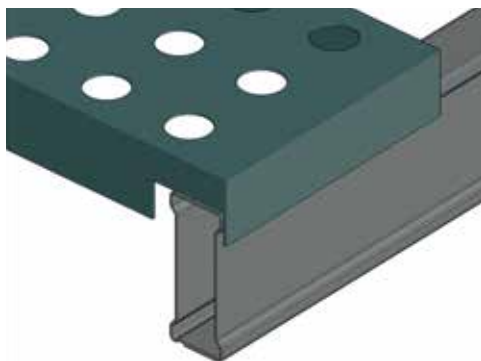

Abb. 84 Traverse mit aufgelegtem Boden gelocht
- die Böden gelocht (Abb. 84) auf IT-/ ITD-/ ITG--Traversen aufgelegt werden.